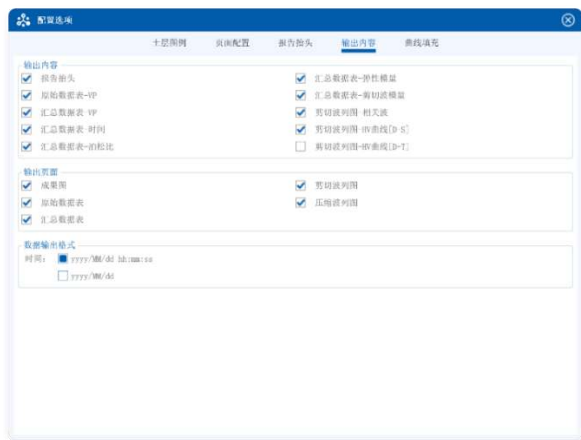

图 4.12 输出内容
4. 输出内容：设置每个报表中输出内容、设置输出页面项目内容，并设置时间格式；如图 4.12 所示。